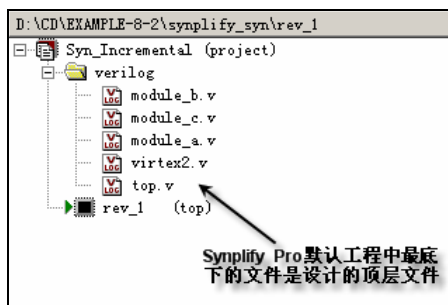

图8-26 设置顶层模块
- (4) 单击 **下一步(N) >** 按钮，选择默认综合优化参数，单击 **完成** 按钮完成工程的创建。在工程管理窗中将这个设计的顶层模块 top.v 用鼠标拖到最下面，Synplify Pro 默认最后一个源文件为顶层模块，如图 8-26 所示。